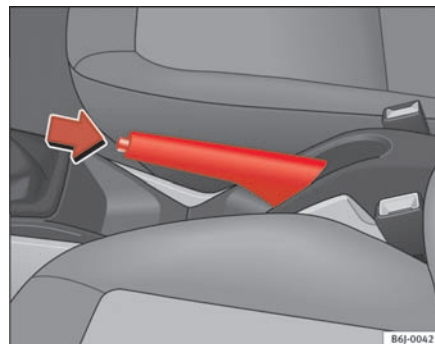

Fig. 110 Håndbremse mellem forsæderne
- Træk håndbremsearmen helt op ⇒ fig. 110.
- Træk håndbremsearmen et stykke opad, tryk låseknappen i pilens retning ⇒ fig. 110, og før håndbremsearmen helt ned ⇒ ⚠.